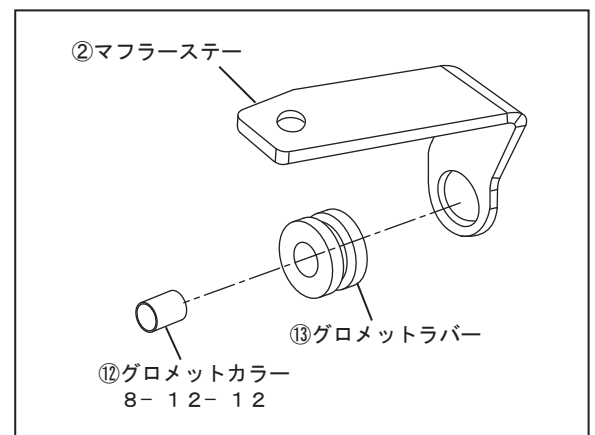

FIG. 4
4. ②マフラスターに⑫グロメットカラー8-12-12と⑬グロメットラバーを取り付けて下さい。（FIG. 4 参照）